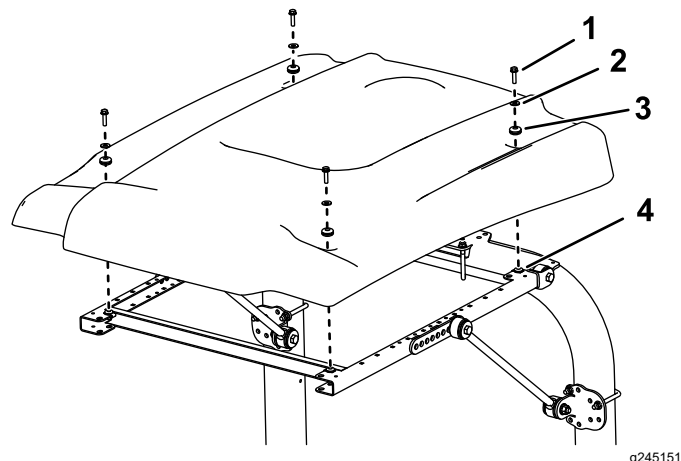

Рисунок 6
10. Выравнивая монтажные отверстия, расположите солнцезащитный навес на раме, как показано на Рисунок 6.
11. Установите каждый угол солнцезащитного навеса на раму с помощью болта с фланцевой головкой (5/16 x 1 дюйм), малой шайбы и уплотнительной втулки, не затягивая их (Рисунок 6).